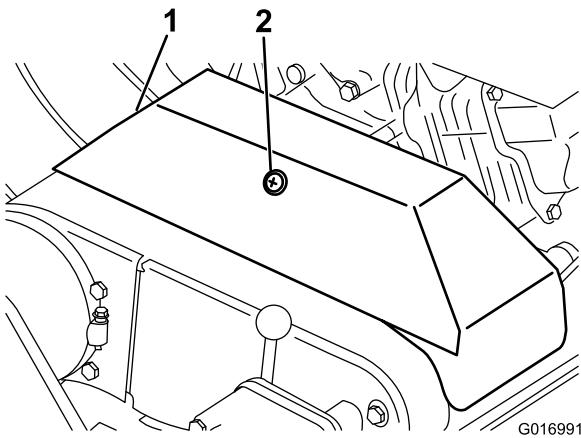

Figura 40
- Allentate l'ancoraggio di fissaggio del copricinghia della cinghia trapezoidale, e girate il copricinghia per aprirlo (Figura 40).
2. Allentate l'ancoraggio di fissaggio del copricinghia della cinghia trapezoidale, e girate il copricinghia per aprirlo (Figura 40).